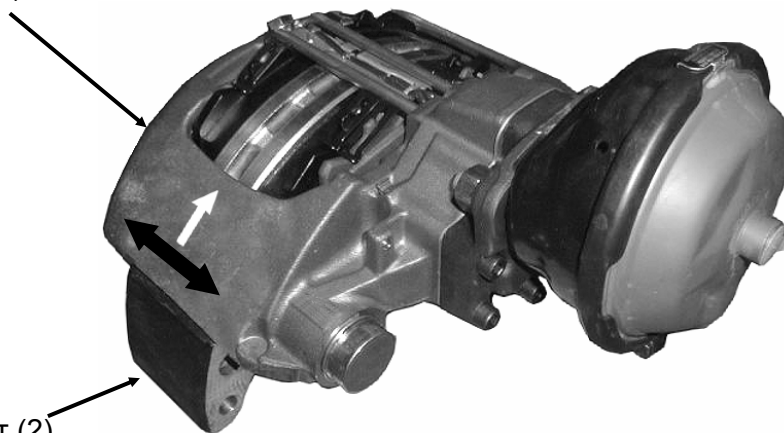

Рис. 1
Тормозная скоба (1) скользит по направляющим пальцам (8, 9), смонтированным на тормозном суппорте (2) вместе с подвижными тормозными колодками (35, 36), удерживаемыми бугелем (38) и фиксирующими пружинами (37). При помощи этих деталей, тормозная сила передается опорным поверхностям тормозного суппорта (см. Рис. 1, 2 и 3).